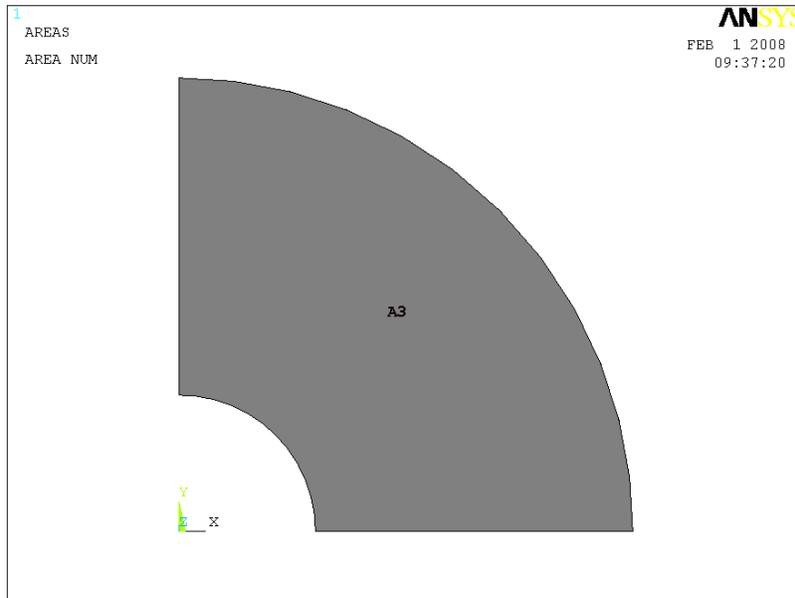

Рисунок 50. Отображение оставшейся поверхности модели
- Нажать кнопку **OK** в окне **Delete Area and Below** (Рисунок 50).